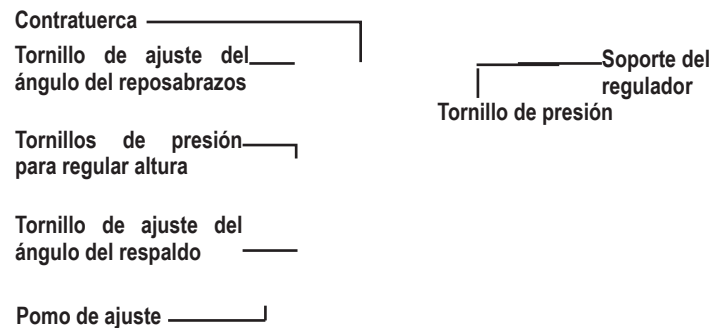

Figura 12. Ajuste del respaldo y reposabrazos
1. Quite los tornillos de ajuste de las dos bisagras del asiento. Ver figura 12
1. Localice los dos pomos de ajuste en el soporte del reposabrazos. Ver figura 12.
1. Levante el reposabrazos de forma que quede perpendicular al suelo. Ver figura 12.
1. Afloje los dos tornillos de presión del armazón del reposabrazos. Ver figura 12.
2. Afloje el tornillo a presión del soporte del regulador. **Ver figura 12.**